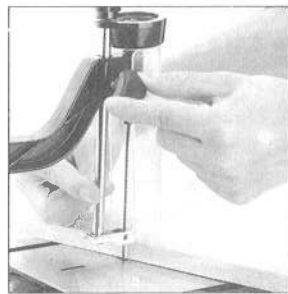
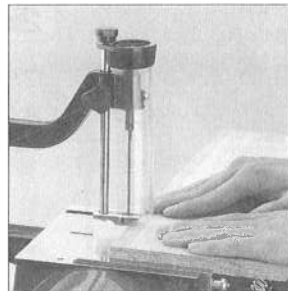

図11
図12
- ①ブレードの張力をブレード張力調整ネジで調整してください。
- ②材料をテーブルの上に水平に置いてください。
- ③材料押え支柱固定ネジをゆるめ、材料の上に材料押えを軽く置いてネジを締めてください。(図11参照)
- ④材料がスムーズに動くように締めてください。
- ⑤ブレード安全カバーを正確に締めつけてください。
- ⑥切断はブレードの刃の方向から押えながら切断に合わせて、軽く押し出すようにしてください。(図12参照)
- ⑦硬い材料、厚い材料を切断するときは低速にし、オイルを切断部に付けますとスムーズに切れます。
- ⑧本機の付属品として、木工用ブレード(細目)と荒目の2種がついています。細目は小さなカーブや円切りに適しています。荒目は大きなカーブや直線切りに適しています。